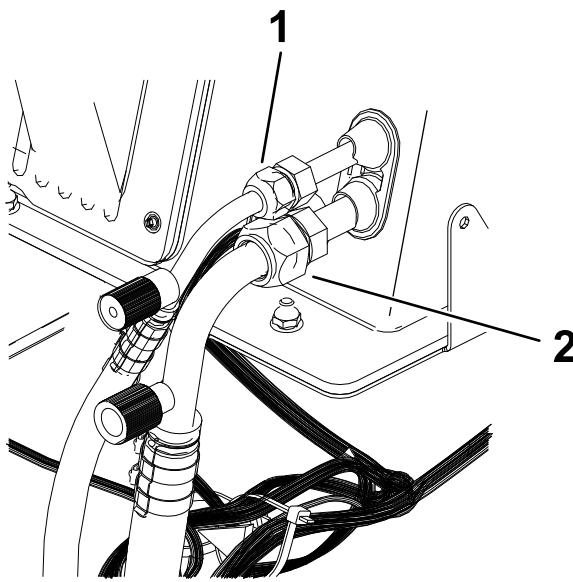

Figura 31
2. Tubos de arrefecimento (3)
9. Ligue o tubo de sucção e tubo de descarga à caixa do sistema AVAC (Figura 31).